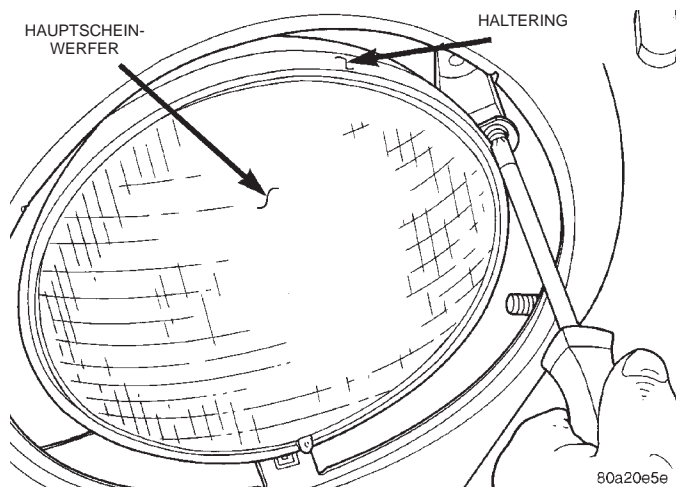

Abb. 2 Haltering des Hauptscheinwerfers
(2) Die Schrauben lösen, mit denen der Haltering des Hauptscheinwerfers befestigt ist (Abb. 2).